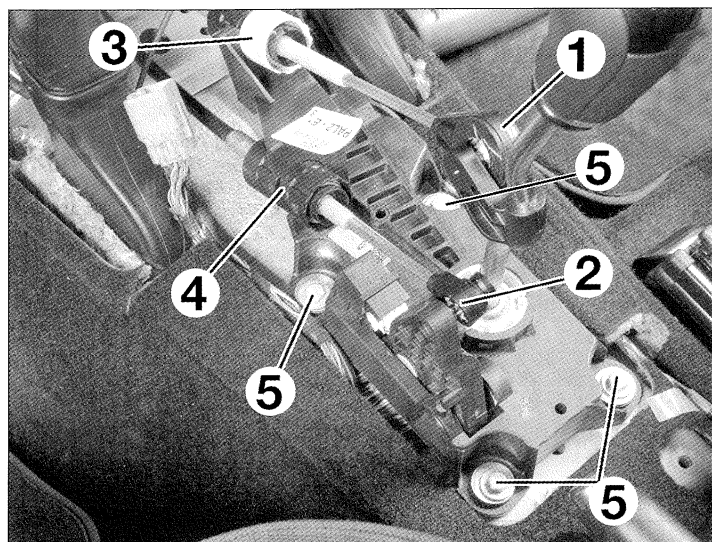

FIG. 9
- Separar de la palanca de velocidades, los cables de selección (1) y de mando de las velocidades (2) (fig. 9).
- Desbloquear y desmontar los cables de mando (4) y de selección (3) de las velocidades girando sus bloqueos en sentido antihorario.
- Desmontar los 4 tornillos (5) y la palanca de mando de las velocidades.
- Separar de la palanca de velocidades los cables de selección (1) y de mando de las velocidades (2) (fig. 9).